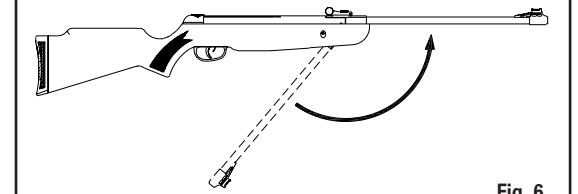

Fig. 6
- Mueva el cañón de regreso a su posición original empujándolo hacia arriba hasta que se trabe en posición (Fig. 6). Nuevamente, tenga cuidado de no apretarse las manos o los dedos. Verifique que el rifle tiene el seguro puesto "ON SAFE" y que apunta en una dirección segura.